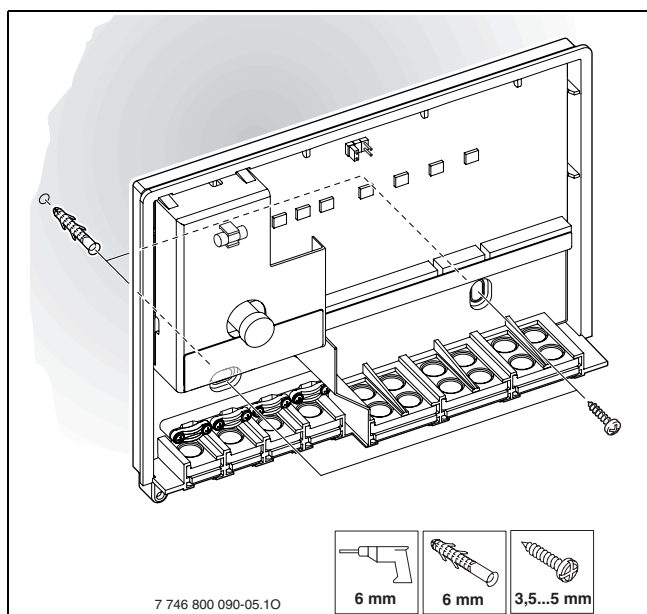

Fig. 9 Inserir as buchas
- Efectuar orifícios de Ø 6 mm e inserir as buchas (→ fig. 9).